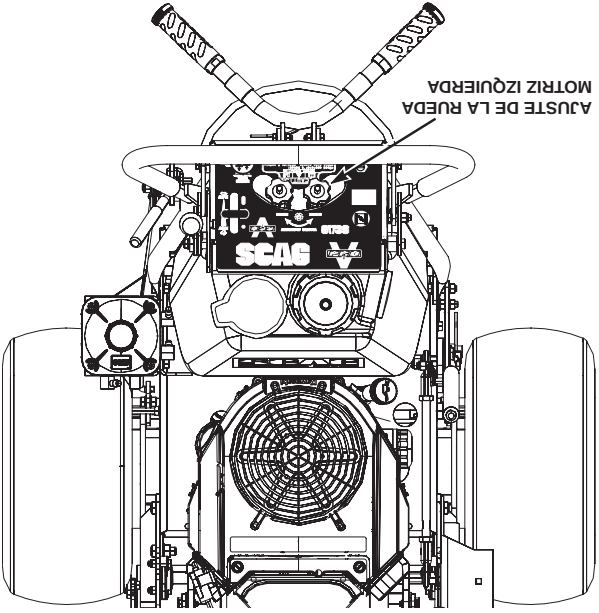

Figura 6-2 LH Ajuste de la rueda motriz izquierda
Gire la perilla de ajuste de alineación de la rueda izquierda en el sentido contrario a las agujas del reloj. Esto causará que la varilla de control golpee menos la bomba del lado izquierdo, disminuyendo la velocidad de la rueda de dicho lado. (Vea la Figura 6-2)
- Repita el proceso con la rueda izquierda. (Vea la Figura 6-2).